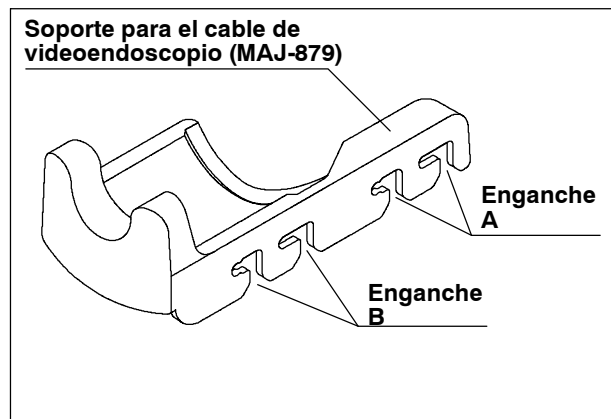

Figura 3.4
1. El soporte para el cable de videoendoscopio (MAJ-879) dispone de 2 pares de enganches (Enganche A y Enganche B) para montarlo en el procesador de video (ver figura 3.4).